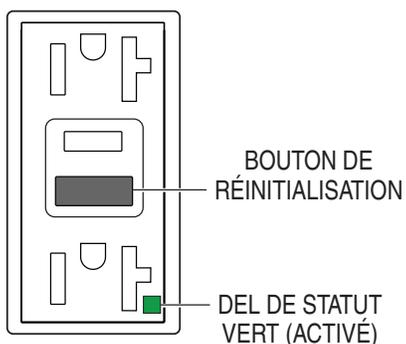

Figure 65. Prise GFCI (ON/Restauration)
5. Appuyez sur le bouton **RESET** (réinitialisation) (Figure 65) pour rétablir l'alimentation de la prise GFCI et vérifiez que la DEL d'état est allumée **ON (VERT)**.